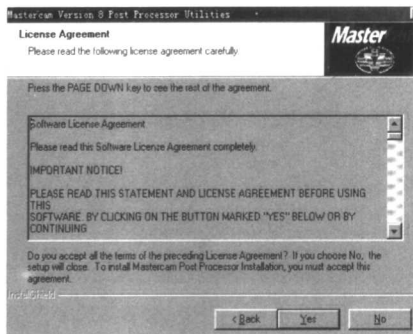

图 1-14
13) 安装许可证, 请仔细阅读许可证内容, 同意单击 **Yes**, 如图 1-14 所示。